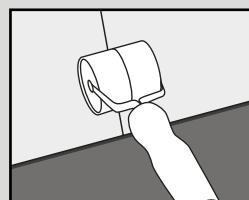

Fig. 4
- Continúe instalando los tablones a lo largo de la habitación hasta completar la fila utilizando un rodillo de mano para ayudar (Fig. 4). Sólo si es necesario, utilice un mazo de goma y un pedazo cortado del mismo piso para golpear suavemente el producto. Se puede utilizar una barra de tracción para tirar del producto alrededor de los bordes de la habitación (Fig. 5).